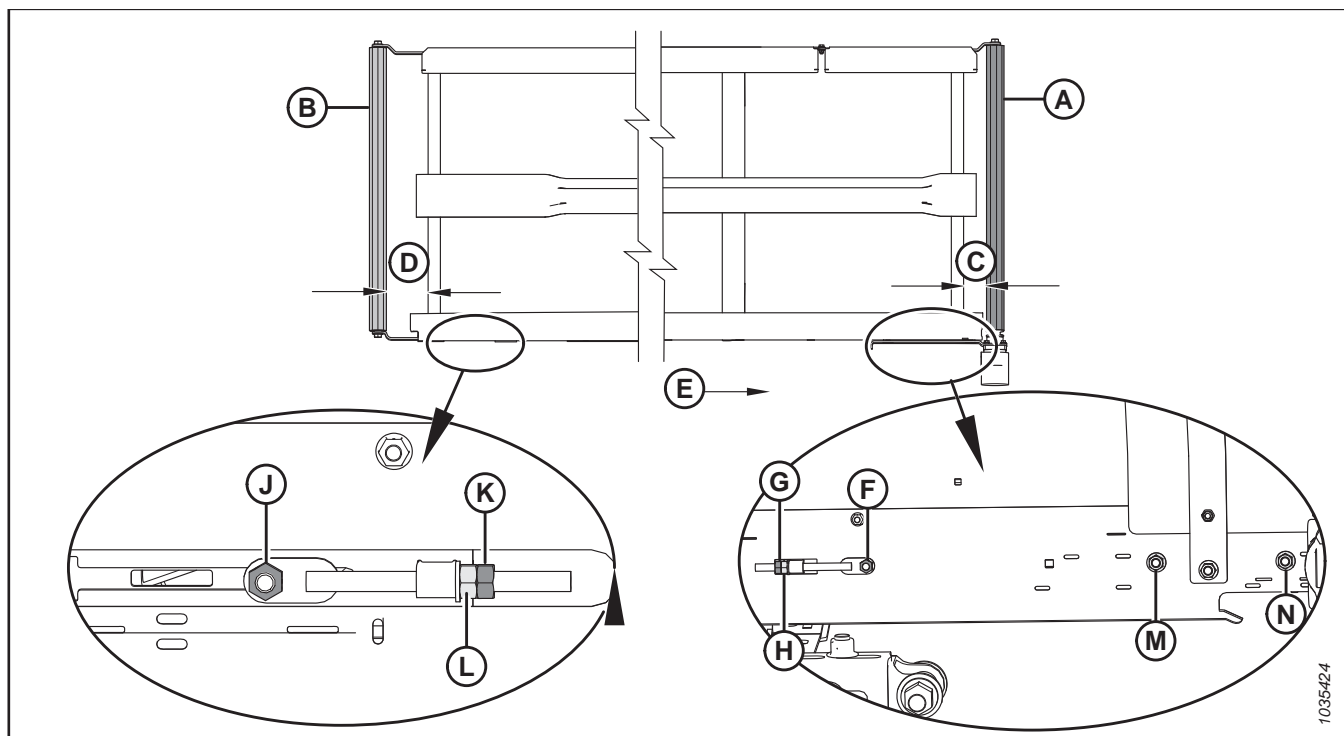

Рисунок 4.250: Регулировка хода полотна — левое полотно
2. Отрегулируйте приводной ролик (А), чтобы изменить параметр С (см. таблицу 4.2, страница 709 и рисунок 4.250, страница 709), выполнив следующее.
- а. Ослабьте гайки (F), (M) и (N), а также контргайку (G).
- б. Поверните регулировочную гайку (H).
- в. Затяните гайки (F), (M) и (N), а также контргайку (G).
3. Отрегулируйте натяжной ролик (В), чтобы изменить параметр D (см. таблицу 4.2, страница 709 и рисунок 4.250, страница 709), выполнив следующее.
- а. Ослабьте гайку (J) и контргайку (K).
- б. Поверните регулировочную гайку (L).